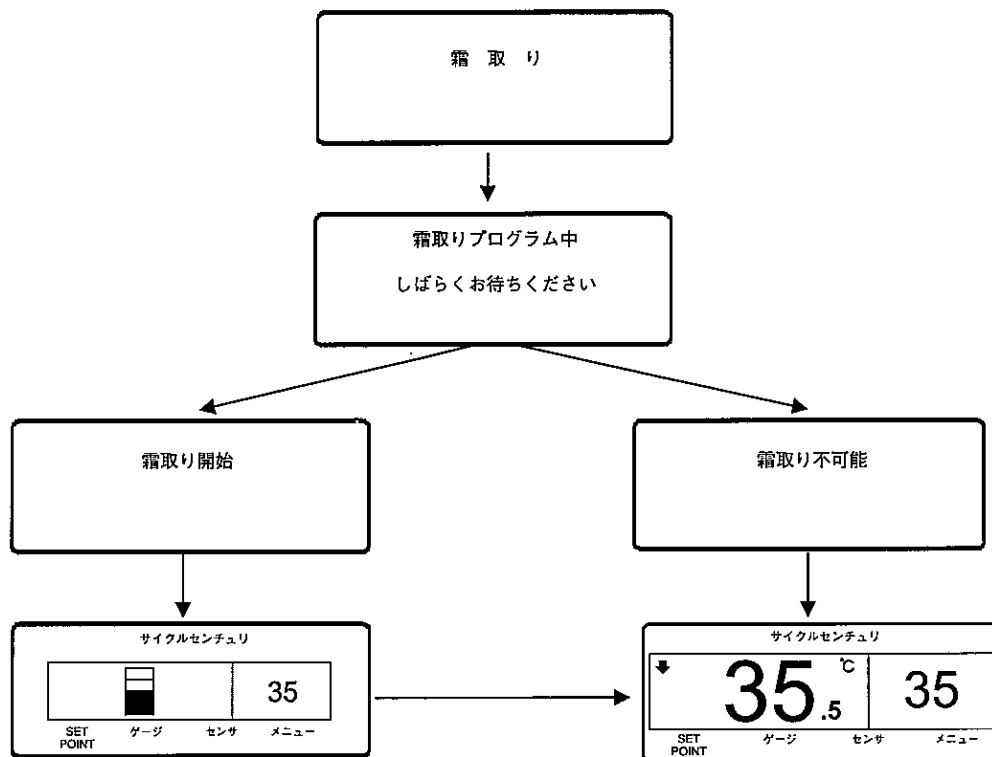

図29：手動霜取り開始のスクリーン・シーケンス
2. 「霜取り」スクリーンが一時的に現われます。図29を参照してください。
3. 「霜取りプログラム中」スクリーンが一時的に現われます。図29を参照してください。
4. 「霜取り開始」のスクリーンが一時的に現われます。図29を参照してください。
霜取りのディスプレイが現われます。バー・インジケーターが一杯になり、霜取り・サイクル完了までの残り時間を示します。図中のバー・インジケーターは、霜取り・サイクルが50%完了したことを示します。霜取り・サイクルが完了した場合、ディスプレイは標準ディスプレイに戻ります。図29を参照してください。
ユニットが、手動・霜取りに入らないようになっている（すなわちコイル温度が7℃を越えている、あるいはエコノミー・モードなど）場合、「霜取りは使用不可能」のスクリーンが一時的に現われます。ディスプレイは標準ディスプレイに戻ります。図29を参照してください。